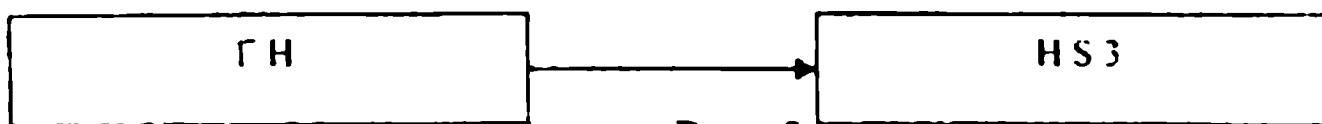

Рис. 5
5.1. Собрать схему для измерения (см. рис. 5).